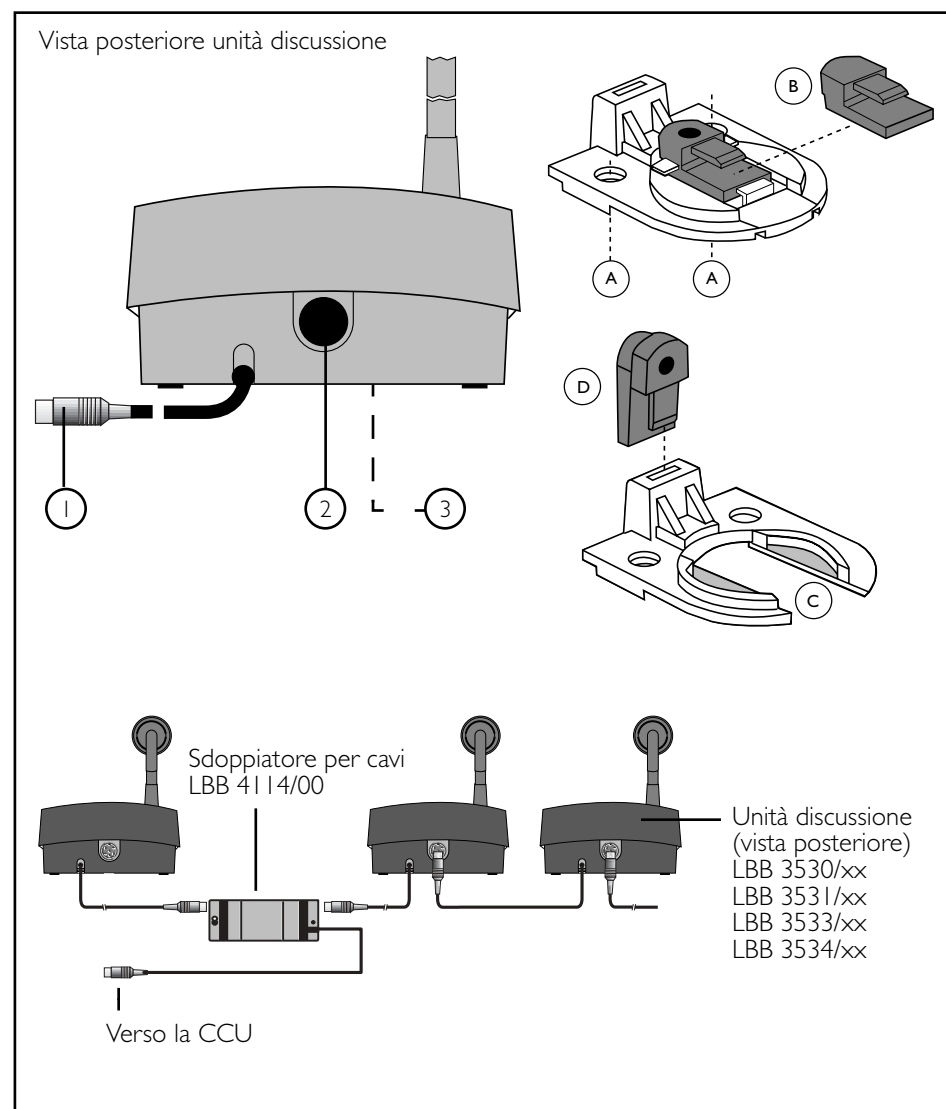

FIG. 2-6 Interconnessione (vista posteriore unità discussione)
Per la vista posteriore vedi la FIG. 2-6
Tutte le unità in configurazione da tavolo comprendono connettori per il collegamento "passante" fra tutte le unità (per. es. una 'catena a margherita'). La FIG. 2-6 mostra i connettori ed il sistema di interconnessione utilizzato.
Spiegazione dei riferimenti (FIG. 2-6)
2.3.3 Montaggio unità discussioni (FIG. 2-6)